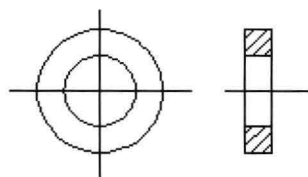

图 1-13 填充图形
- 12 选择完成后，按 Enter 键返回“图案填充和渐变色”对话框，在对话框中单击“确定”按钮，完成填充操作，如图 1-13 所示。